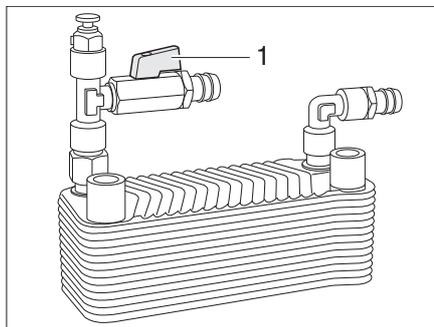

Fig. 310 Scambiatore di calore Alde
*Accensione:* ■ Posizionare la maniglia (Fig. 310,1) del rubinetto di chiusura parallelamente alla tubazione.
*Spegnimento:* ■ Posizionare la maniglia (Fig. 310,1) del rubinetto di chiusura verticalmente rispetto alla tubazione.